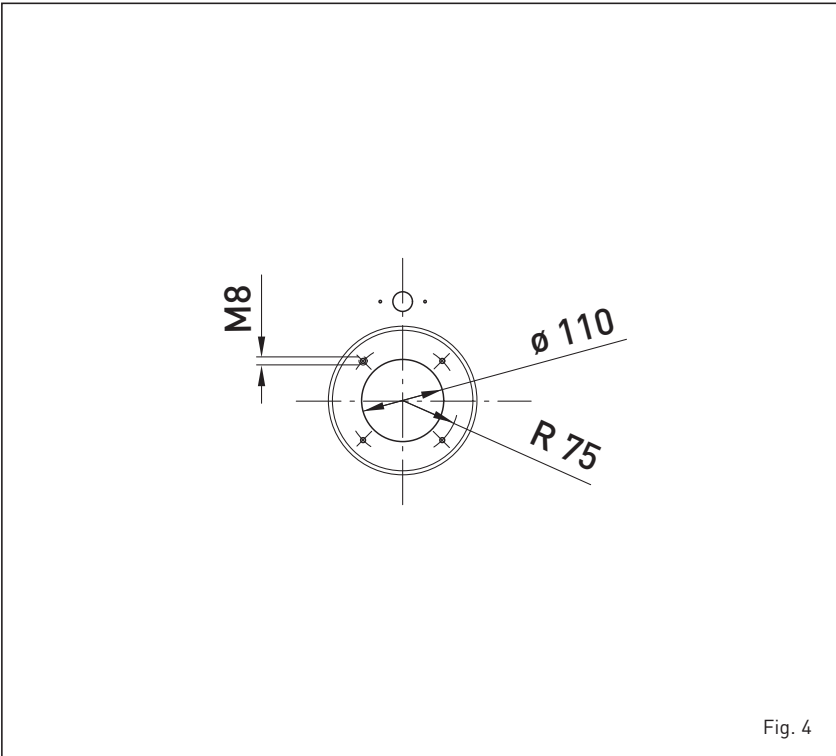

Fig. 4
1.7.2 Montaje de los quemadores (fig. 4)
La puerta de la caldera se suministra predispuesta para el montaje del quemador (fig. 4). Los quemadores deben ser regulados de modo tal que el valor de la CO₂ sea el indicado en el punto 1.3 con una tolerancia de ± 5%.
2.4.2 Descarga de humos con conducto coaxial Ø 80/ 125 (fig. 4/a)
están predispuestas para la conexión a conductos de descarga coaxial en acero inoxidable Ø 80/125 que se pueden orientar en la dirección más correcta para las exigencias del local (fig. 4/a).